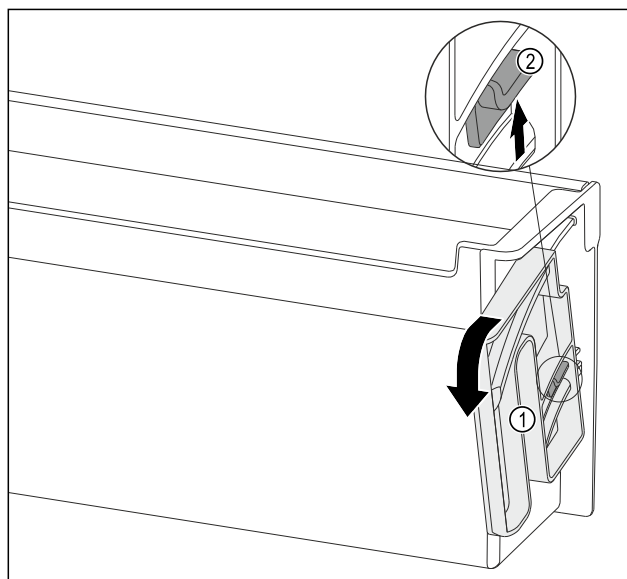

Fig. 110
- ▶ Vrtljivo enoto Fig. 110 (1) obrnite do konca v navedeno smer.
- ▶ Spono Fig. 110 (2) potisnite navzgor in odstranite vrtljivo enoto Fig. 110 (1).